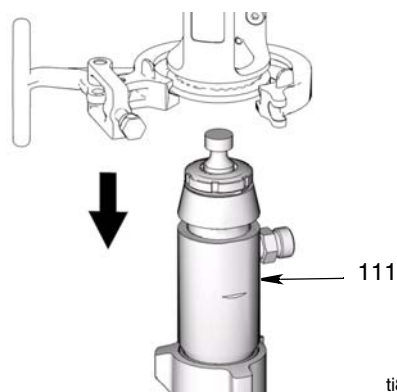

FIG. 12
8. (FIG. 12) Desmonte la bomba (111) del pulverizador.